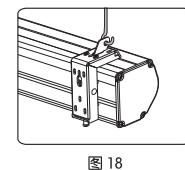

图 18
4. 将银幕挂在螺旋挂钩后，然后再检查挂钩的安全性，必要时采取合理的方式确保银幕在任何情况下都不会从挂钩上意外滑落。（如图18）